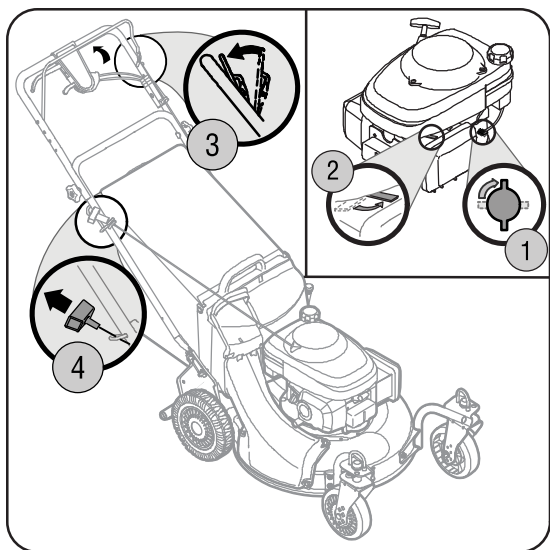

Figure 10
1. Placez la manette du robinet à carburant (qui se trouve sur la gauche du moteur) à la position ON (Ouvert). Voir la Figure 10.